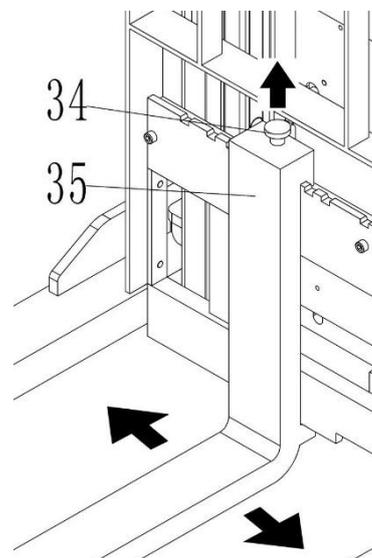

Рис. 13: Перемещение вилок
- Потянув вверх позиционирующий штифт (рис. 13, поз. 34), выведите его из фиксированного паза.
- Установите вилы (рис. 13, поз. 35) в соответствующее положение.
- Опустите позиционирующий штифт (рис. 13, поз. 34), перемещайте вилы до тех пор, пока позиционирующий штифт не войдет в крепежный паз.
- Освободите позиционирующие штифты ви́л (рис. 13, поз. 34).